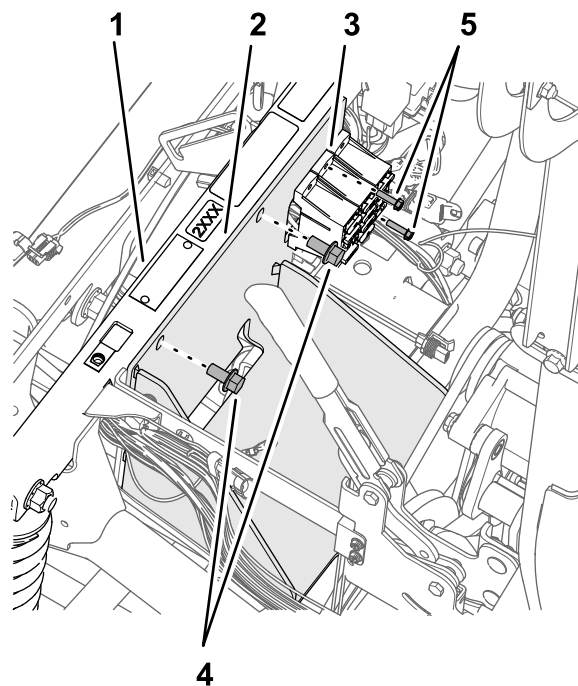

Figura 214
2. Monte el soporte de la batería en el tubo del sujeción del amortiguador (Figura 214) con los 2 pernos con arandela prensada ($\frac{3}{8}$ " x $\frac{3}{4}$ ") que guardó en el paso 4 de Retirada de la batería \(300 A\) y el soporte de la batería (página 100).
4. Sujete los bloques de fusibles al soporte de la batería (Figura 214) con el perno (10-24 x $\frac{3}{4}$ ") y las tuercas (10-24) que retiró en el paso 3 de Retirada de la batería \(300 A\) y el soporte de la batería (página 100).